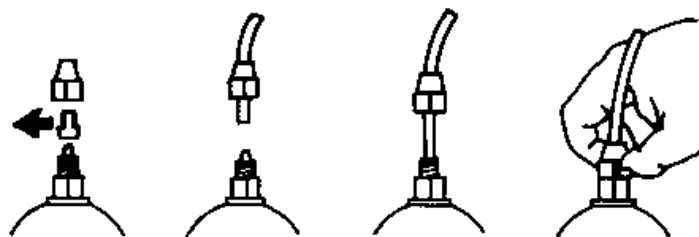

Fig. 7
e.- *Saque las dos cápsulas de protección de los empalmes, insiera hasta el fondo los tubos enroscando, y asegúrelos con los casquillos de fijación. (Fig.7)*